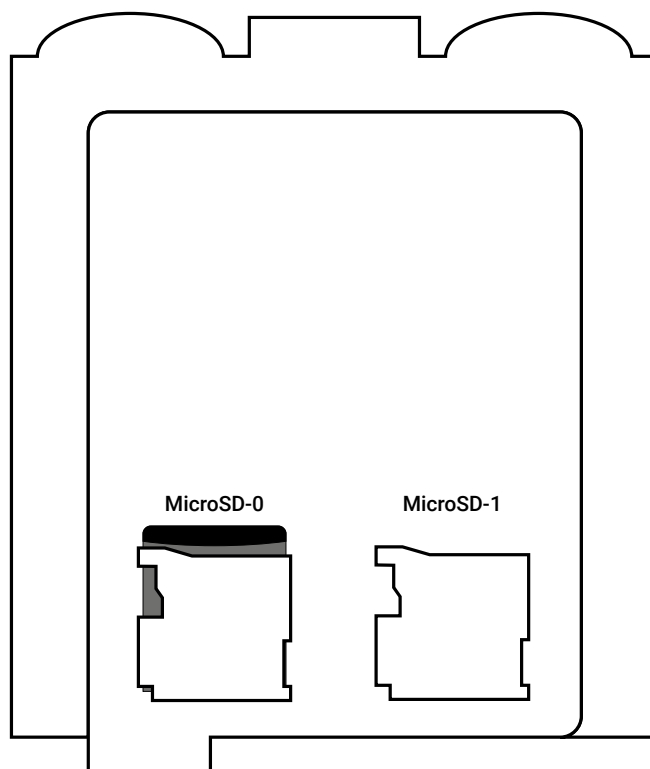

Рисунок 3. Плата прибора
- 3) Подключите прибор к маршрутизатору, роутеру или устройству со службой DHCP. Прибор получает IP-адрес от службы DHCP или использует настройки, указанные в файле «network.json»⁴, записанном на SD-карту, установленную в разъем MicroSD-1 (см. рисунок 3).
- 10) Для работы прибора в VPN-сети необходимо поместить файл «vpn.json»⁶ с корректными настройками подключения на внешний накопитель, устанавливаемый в разъем MicroSD-1 (см. рисунок 3). Описание файла «vpn.json» приведено в руководстве по эксплуатации.⁷
Для ручной настройки сетевых параметров (IP-адрес, шлюз, маска, DNS) поместите файл «network.json»⁸ на внешний накопитель, устанавливаемый в разъем MicroSD-1 (см. рисунок 3). Перед этим откройте файл любым текстовым редактором (например, Notepad) и введите параметры в соответствии с конфигурацией вашей сети. При необходимости уточняйте параметры сети у вашего системного администратора.